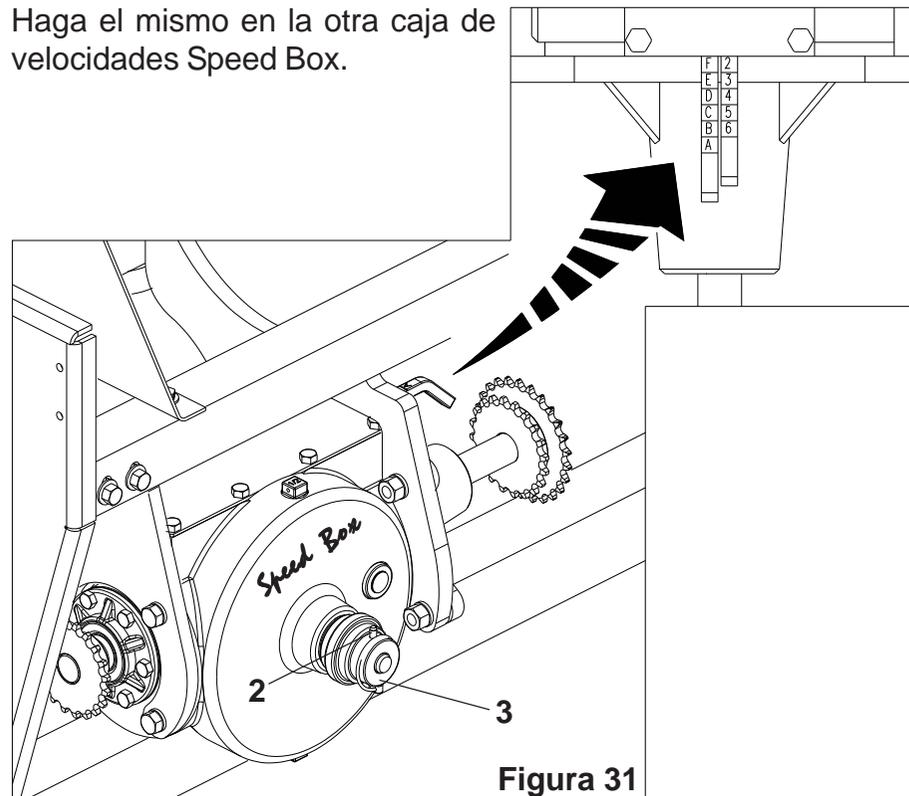

Figura 31
CAJA DE VELOCIDADES *Speed Box* (Figura 31)
2 - Para calibración del abono, seleccione la cantidad deseada en las tablas y verifique en la columna combinación la numeración correspondiente de las palancas (1). Ejemplo : Posición **F 2**, indica que la palanca con letras debe estar en la posición “**F**” y la palanca de números debe estar en la posición “**2**”, como el detalle de la **Figura 31**.